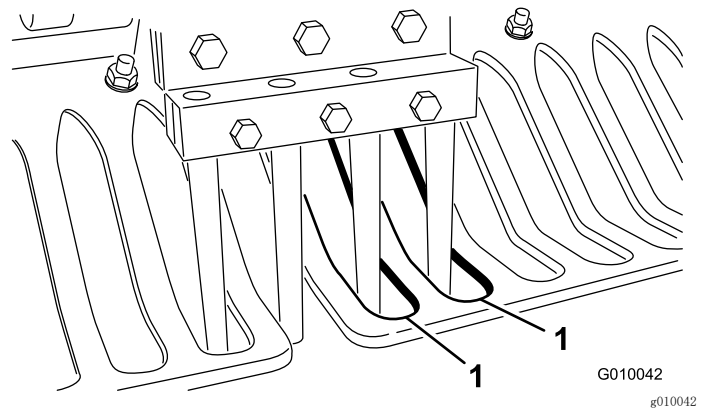

图 26
7. 检查打孔针对准护草板缺口的中心 (图 26)。必要时调节护草板, 然后拧紧螺母。